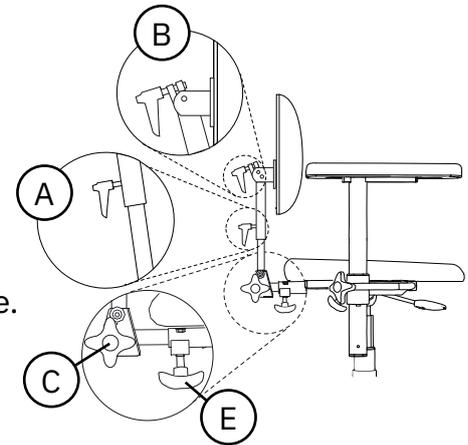

Figure 5.28. Mécanisme de dossier Medic.
Medic peut s'ajuster en hauteur (A), en inclinaison du dossier (B), en inclinaison du dispositif d'escamotage du dossier (C) et en profondeur (E), voir figure 5.28.